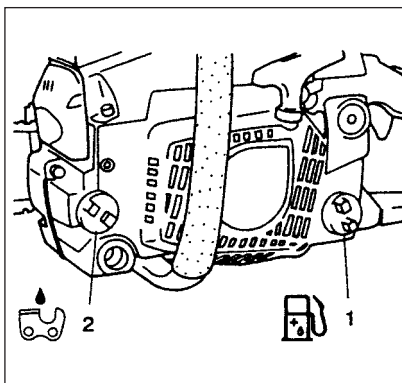

Fig. 2-1B
#### ⚠ VARNING! (Fig.2-1B)
#### Olja för kedjan (Fig. 2-1B)
Vid påfyllning av bränsle (1) eller olja för kedjan (2) i tanken, skall sidan med locket vändas uppåt. (Fig. 2-1B)